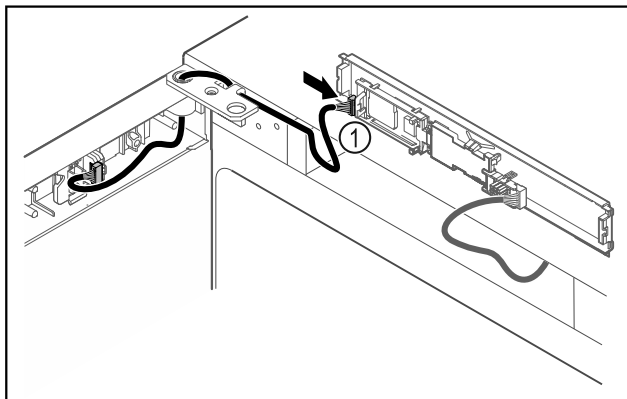

Fig. 46
- ▶ Stecker Fig. 46 (1) an Platine anstecken.